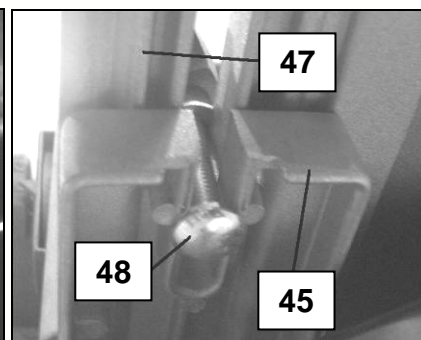

Fig 39
- Positionnez la glissière du guide (47) sur le support (45) et insérez la vis de chariotage (48) dans la rainure du support (Fig 39).